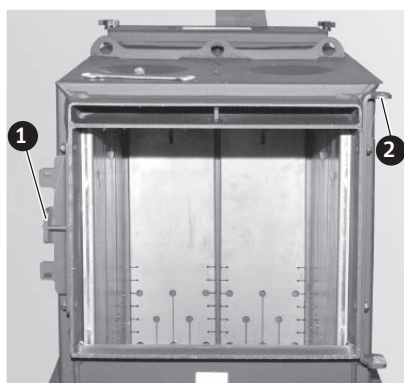

Fig. 14 Invertire supporto dello sportello e supporto di chiusura
- ▶ Svitare il supporto sportello e il supporto di chiusura dal corpo della caldaia e riavvitarli insieme dopo averli invertiti - Fig. 14.